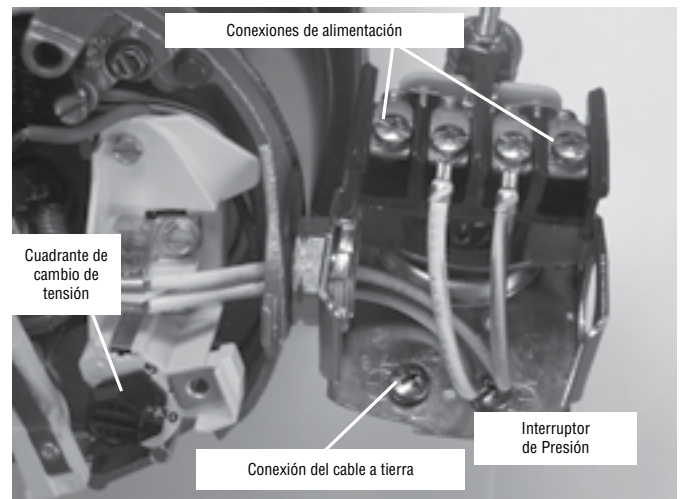

Figura 8 - Tensión configurada para 230 V, tipo cuadrante.
3. Fije los conductores de energía entrantes a los dos tornillos exteriores en el manóstat, como se ilustra en la Figura 8.
4. Fije el cable de puesta a tierra a las conexiones de puesta a tierra como se ilustra en la Figura 8.